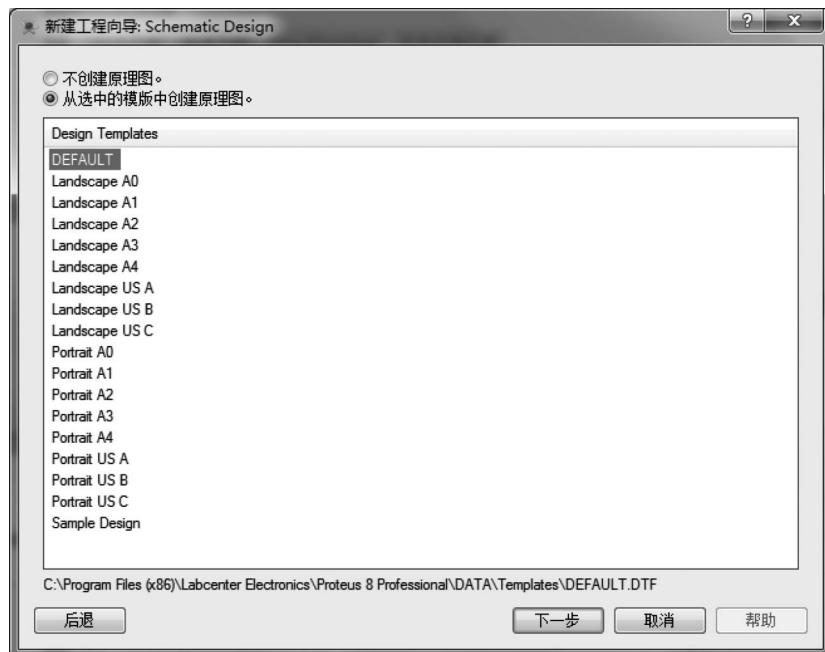

图 1-2-4 新建项目向导: 原理图设计
理图设计)窗口,选择“从选中的模版中创建原理图”,并在列表中选择“DEFAULT”选项,如图 1-2-4 所示。
(3)在图 1-2-4 中,单击“下一步”按钮,弹出“新建工程向导: PCB Layout”(设计)窗口,选择“不创建 PCB 布版设计”选项,如图 1-2-5 所示。